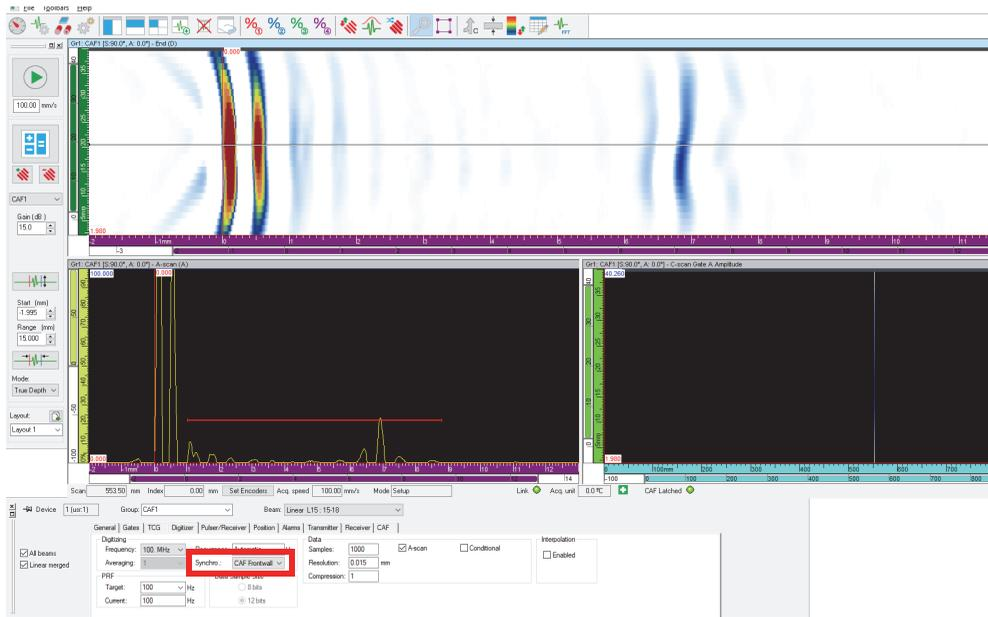

图 4-61 同步CAF
9. 选择**UT设置 > 数字转换器**，使用算法同步CAF组（参见第150页的图 4-61），然后设置UT范围。